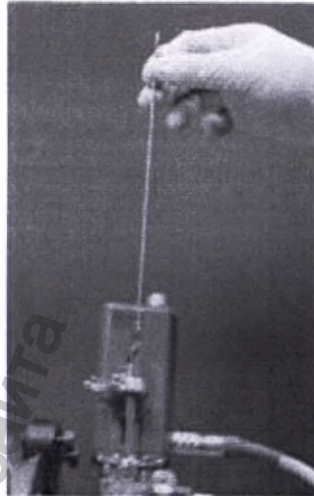

Рисунок 73: Извлечение электродов
2. ослабьте фиксирующие винты в держателе электродов и извлеките все электроды (рис. 73).